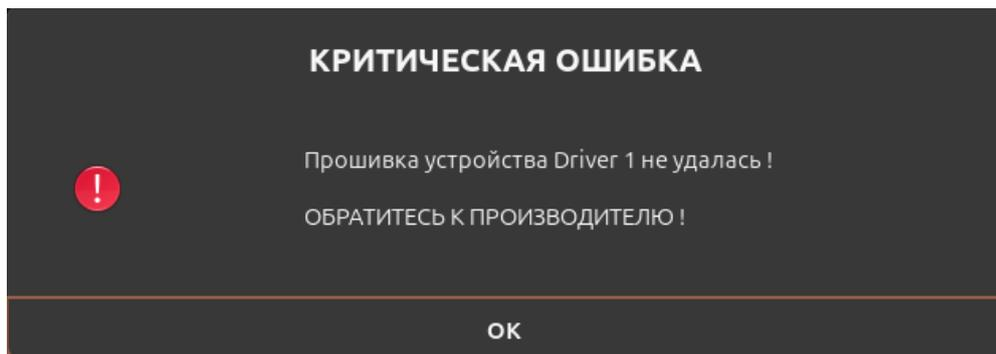

Рисунок II-65 – Уведомление о критической ошибке
- 7) Если повторное обновление прошивки пройдет не успешно, то отобразится уведомление о критической ошибке (см. Рисунок II-65).